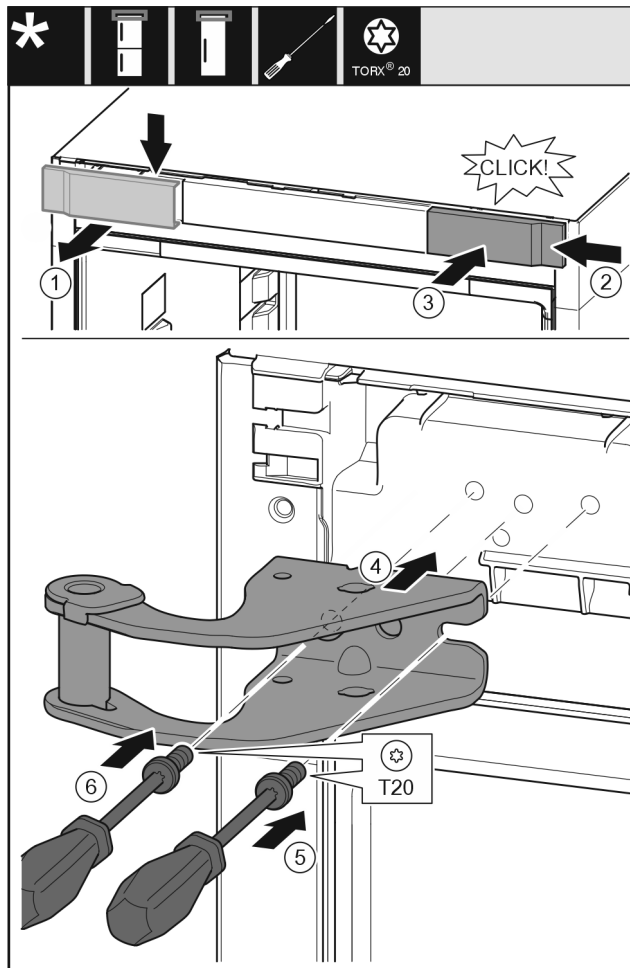

Fig. 14
- ▶ Odeberte kryt Fig. 14 (1) shora dopředu.
- ▶ Kryt Fig. 14 (2) otočený o 180° zavěste na druhé straně zprava.
- ▶ Zaklapněte kryt Fig. 14 (3).
- ▶ Nasadte horní stojan ložiska Fig. 14 (4).
- ▶ Šroubovákem nasadte šroub Fig. 14 (5) a utáhněte.
- ▶ Šroubovákem nasadte šroub Fig. 14 (6) a utáhněte.